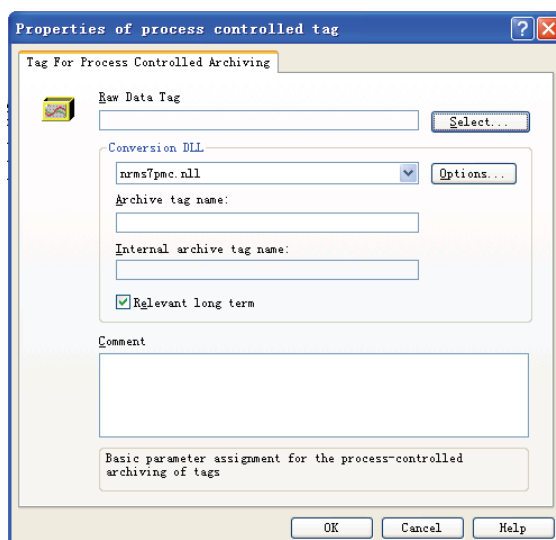

图 7-19 “Properties of process controlled tag” 对话框
1) 在变量记录数据窗口中选择要在其中创建新的过程控制变量的过程值归档, 用鼠标右键单击选择的过程值归档, 在弹出的菜单中选择 “New Process Controlled Tag...” 选项, 打开 “Properties of process controlled tag” 对话框, 如图 7-19 所示。